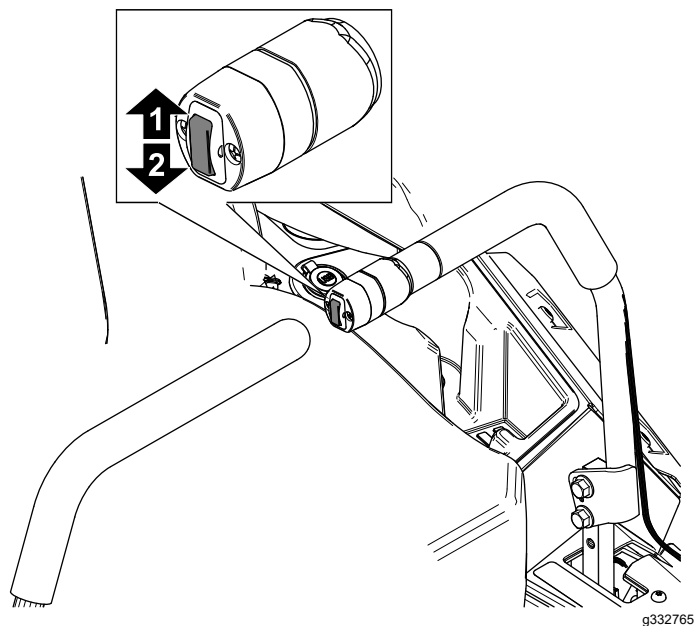

Figura 30
- Empurre para cima o interruptor de elevação da plataforma (Figura 30).